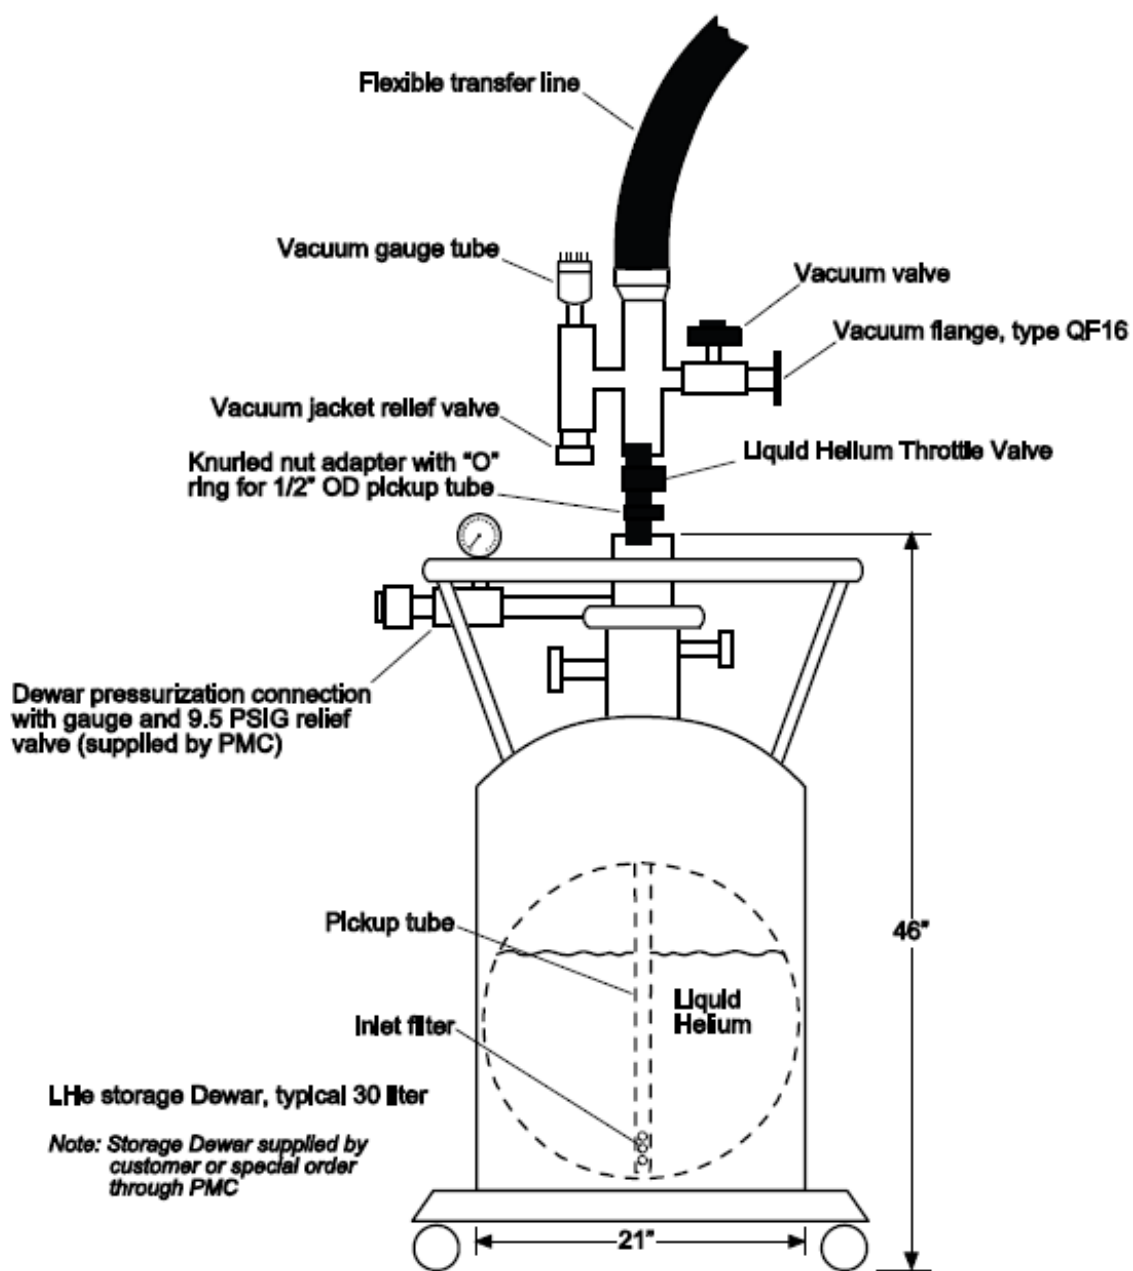
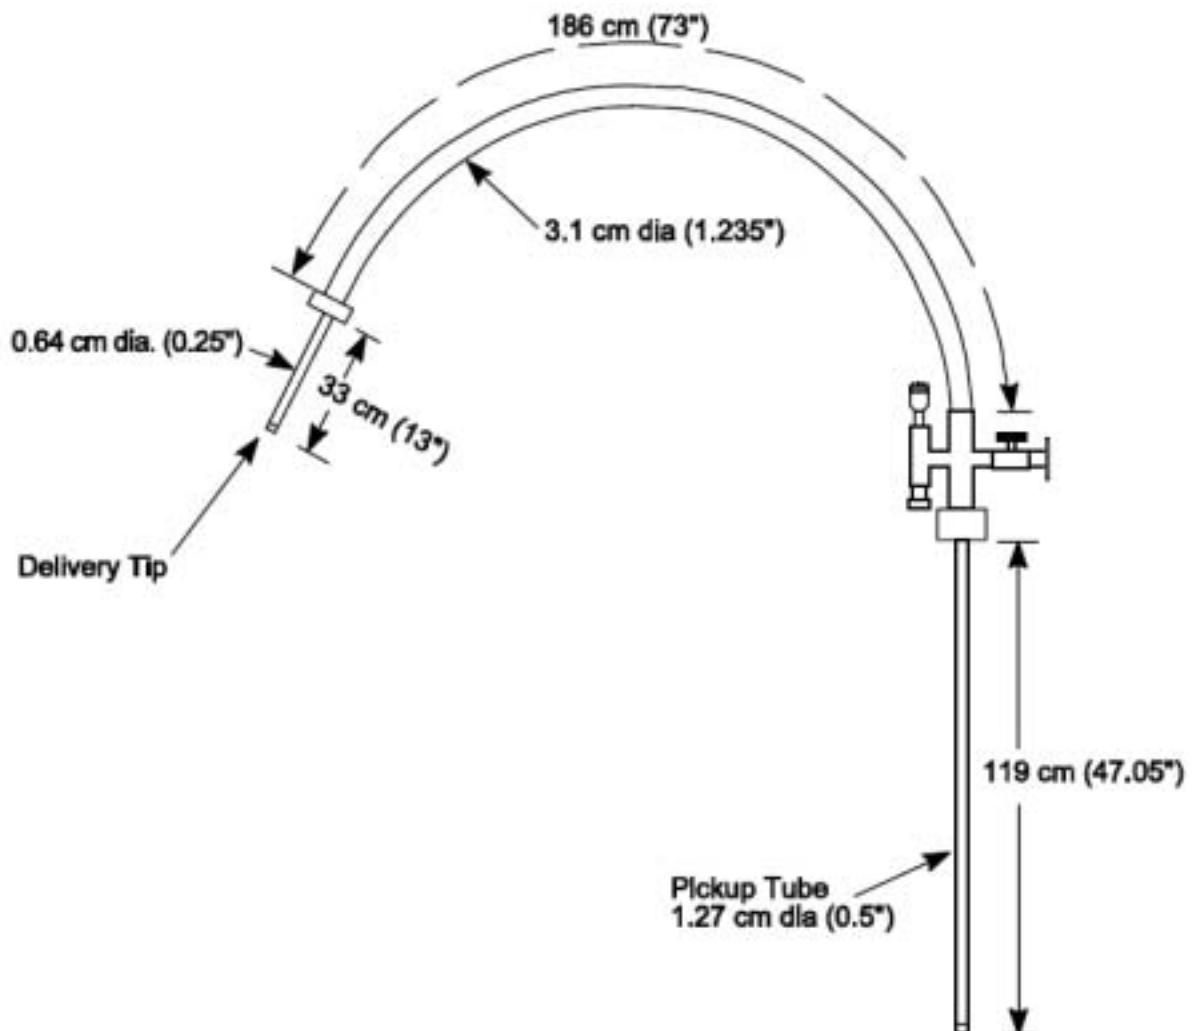

図 1 Transfer Line to Storage Dewar Interface Requirements
図 2 Liquid Helium Transfer Line
- 5、トランスファーラインと液体ヘリウム容器の接続については、図1と図2を参照して下さい。